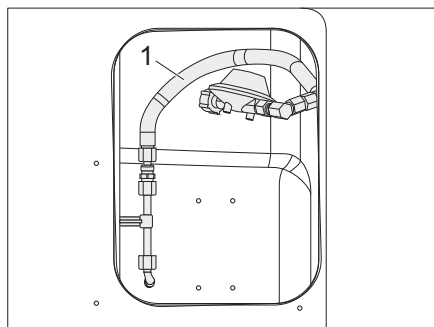

Bild 67 Gasschlauch an Zuleitung anschließen
- Gasschlauch, vormontiert (Bild 67,1) auf die Zuleitung des Fahrzeugs schrauben.